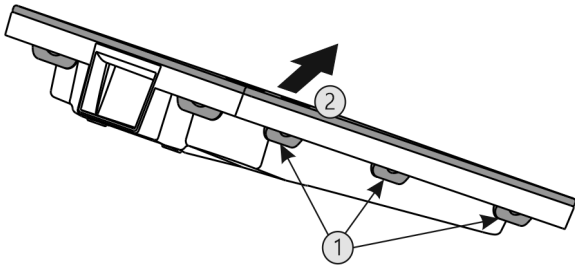

Fig. 52
- ▶ Vse sponke Fig. 52 (1) pritisnite drugo za drugo in odstranite pokrov Fig. 52 (2).